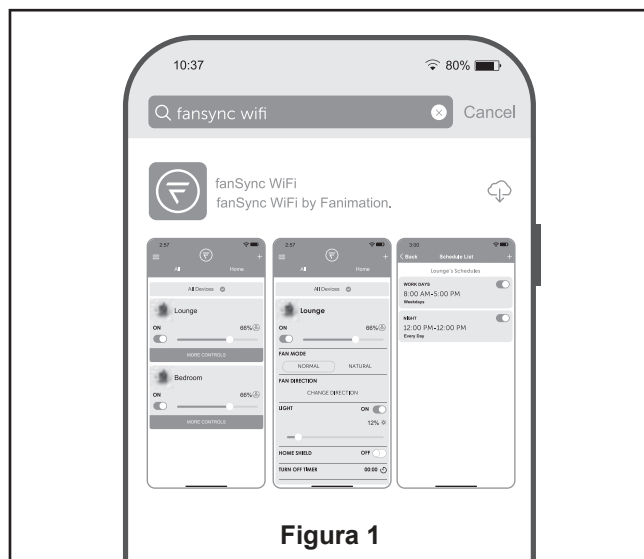

Figura 1
- ☐ **1. Instalación de la placa de la pared:** (Figura 1)
- ☐ 1. Visite el App Store de Apple o el Play Store de Google para descargarse la App gratuita fanSync WiFi. (Figura 1)